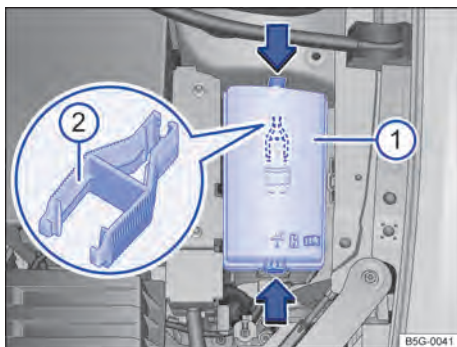

Fig. 240 No compartimento do motor: cobertura ① da caixa de fusíveis com pinça de plástico ②. ▶
- Pressionar os botões de travamento no sentido da seta para destravar a cobertura da caixa de fusíveis → Fig. 240 ⓘ.